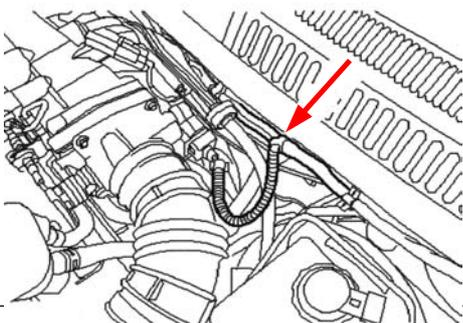

Abb. 5
- Recubrir los cables con cinta aislante e incorporararlos al mazo de cables principal (v. fig. 5).